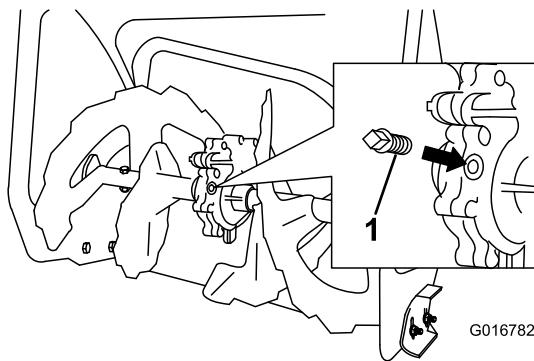

Bild 30
- Reinigen Sie den Bereich um den Rohrverschluss (Bild 30).